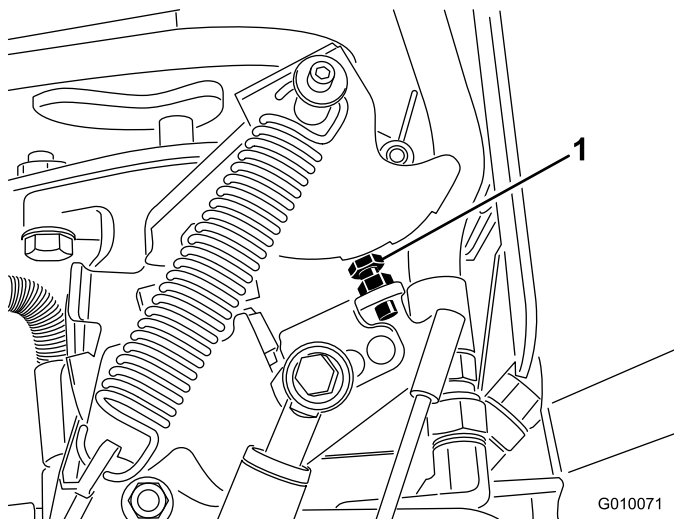

图67
6. 如果需要进行调节，转动泵止动螺栓（图67），使其更接近限位板，以缩短打孔间距，或将止动螺栓转离限位板以增大打孔间距。